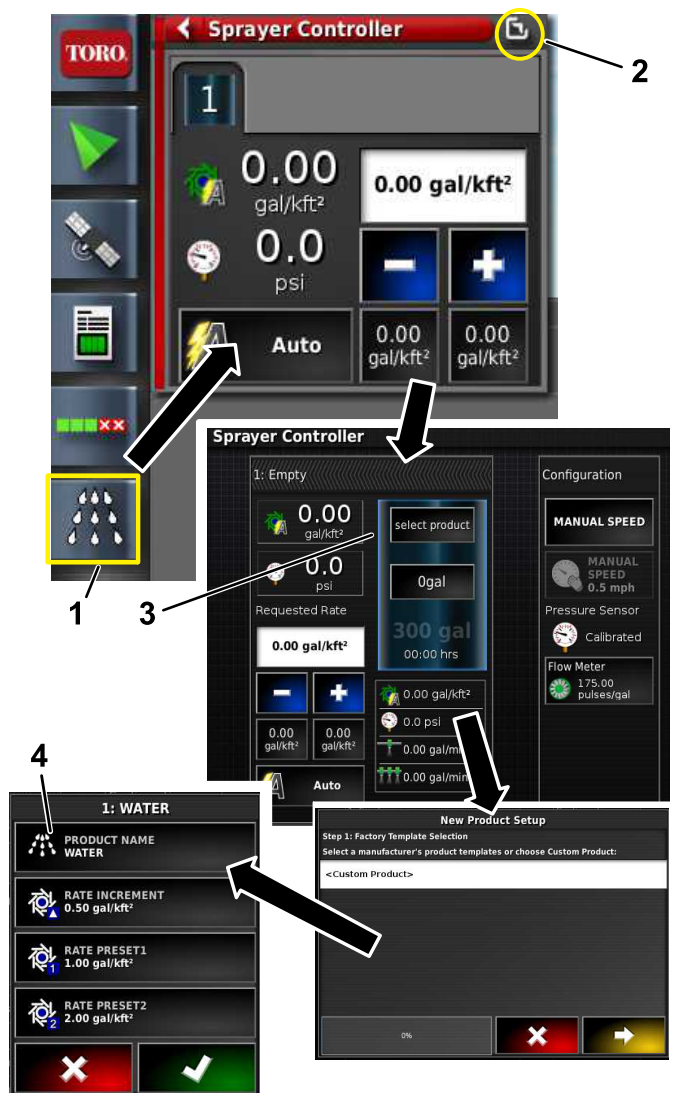

Figura 7
5. Escriba el nombre del producto, seleccione los caudales y seleccione el incremento de caudal (Figura 7).